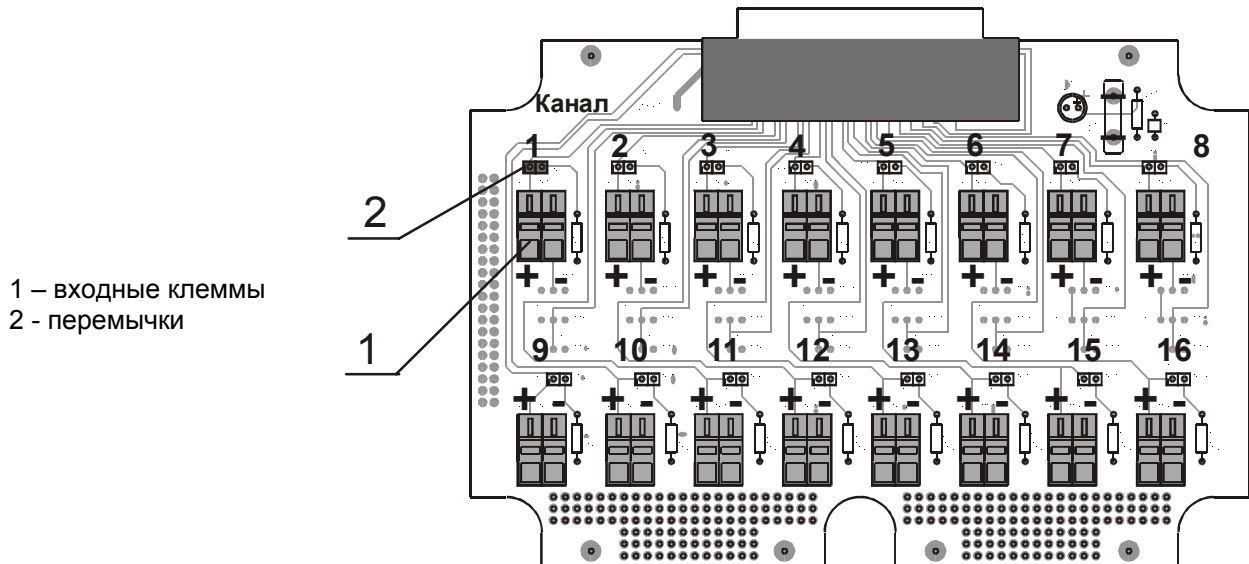

рис. 7.1
- 4) подключить выходы испытуемых приборов к входным клеммам клеммной платы КП2 (рис. 7.1). При подключении необходимо соблюдать полярность. В том случае, если выход испытуемого прибора выполнен по схеме «открытый коллектор» или «сухой контакт» - замкнуть перемычки, в том случае, если выходной сигнал испытуемого прибора представляет из себя импульс напряжения – разомкнуть перемычки.